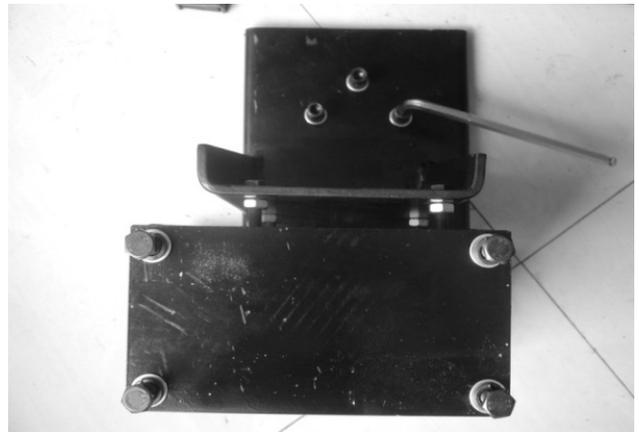

図 7-1
7.1.2 PL330 サポートアームを開梱します。部品表に従って付属品を確認してください。確認後、ベースアセンブリ(図 7-1)を取り出し、上部のねじ及びワッシャを外します。